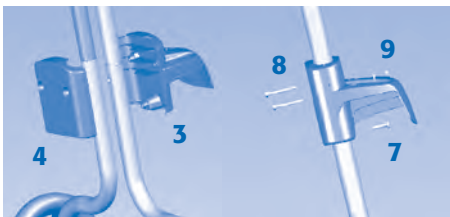
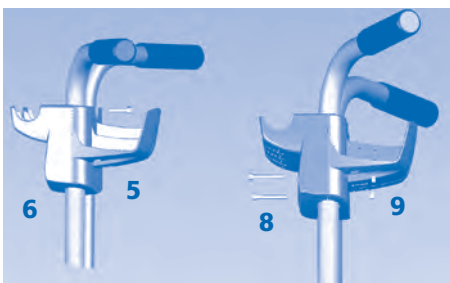

Figura 2
Figura 3
b) Coloque el gancho del cable (3) y su cubierta (4) en la parte inferior del carro. **Figura 2**.
c) Introduzca el tornillo (7) en la parte inferior del gancho del cable y apriételo con la llave. **Figura 2**.
d) Introduzca 2 tornillos largos (8) en la cubierta del gancho manteniendo las tuercas (9) en el gancho del cable y apriételos.
e) Coloque el gancho del cable (5) y su cubierta (6) en la parte superior de los tubos; a continuación, introduzca el tornillo (7) en la parte superior del gancho del cable y apriételo con la llave. **Figura 3**.